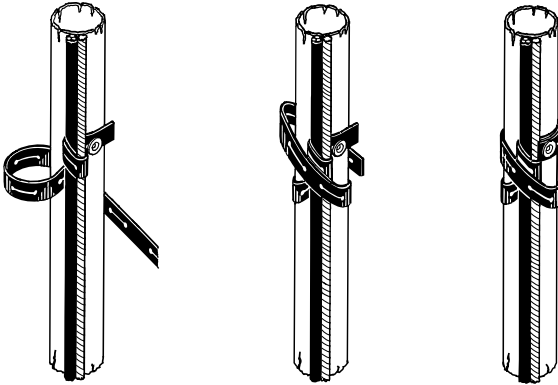

Fig. 23 Montage des attache-câbles
3. Positionner l'élingue le long du câble immergé comme indiqué à la fig. 23.